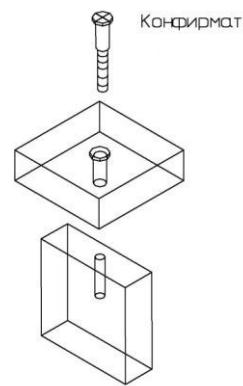

Рис. 2
Закрепить заднюю стенку (4) с помощью конфирматов, ввернув их сквозь отверстия в нижнем щите (3). Затянуть эксцентрики на нижнем щите (3). Присоединить основание комода (5) к нижнему щиту (3) с помощью конфирматов (рис.2). К получившейся конструкции присоединить крышку (1) так, чтобы дюбели и шканты в крышке вошли в предназначенные для них отверстия в боковых стенках (2), (02) и задней стенке (4). Затянуть эксцентрики, повернув их на 180 градусов (см. схему сборки). Закрыть эксцентрики и конфирматы заглушками-самоклейками.